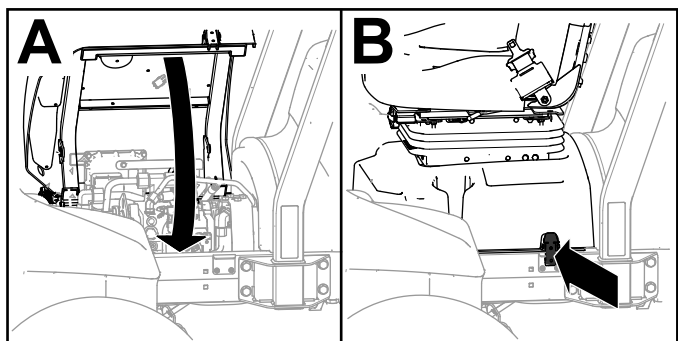

Рисунок 104
4. Поверните сиденье и его основание в закрытое положение и зафиксируйте основание защелкой (Рисунок 104).